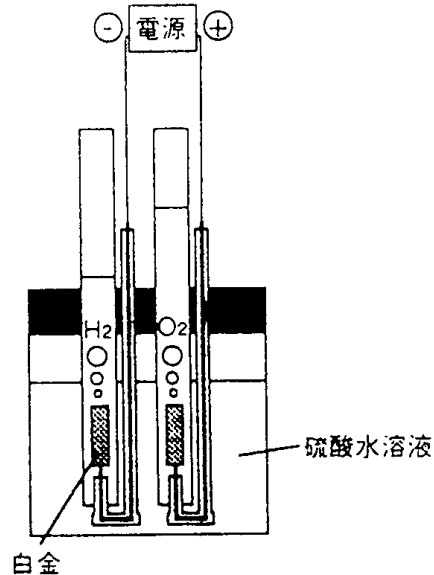

図1. 水の電気分解
- ① 電解液として 1 モル/リットルの硫酸水溶液をビーカーに入れます。
- ② 図1に示すように、2枚の白金電極をセットし、水を電気分解しましょう。蓄電池のマイナスにつないだ方から水素、プラスにつないだ方から酸素が 2 : 1 の割合で発生するのが観察できるでしょう。
- ③ 電極の約 1/2 がガス中に出れば電解を止めます。2つの電極の間の電圧をデジタルテスターで測定しましょう。どちらの電極がプラスで、何ボルト発生しているか記録しよう。